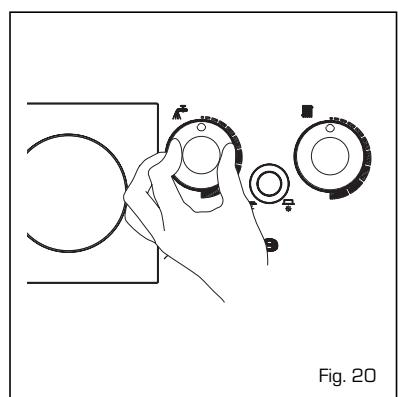

Fig. 20
- A regulação da temp. da agua sanitária se obtém agindo na manivela do termostato (fig. 20).